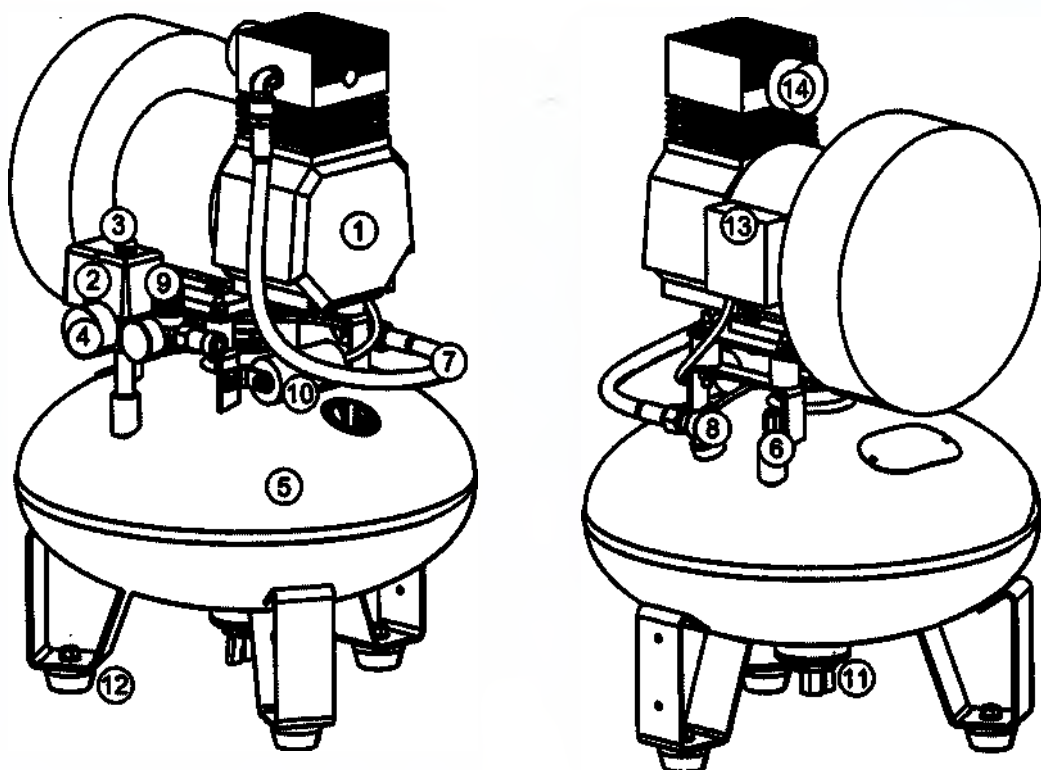

Рисунок 5 - Общий вид компрессора KM-24.GMS150 и KM-50.GMS150
- Выверните фильтр 14 (рис. 5, 7) при обслуживании компрессора с поршневым блоком GMS150. Ослабьте крышку всасывающего фильтра;